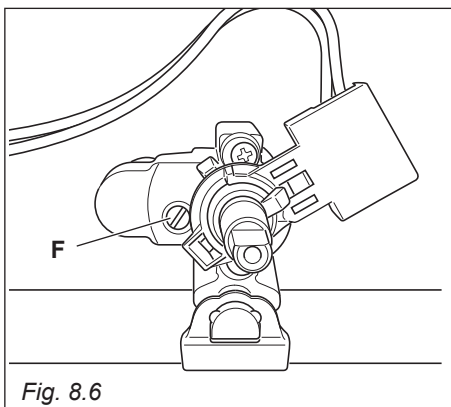

Fig. 8.6
- Sfilare la manopola del rubinetto e con un cacciavite a taglio agire sulla vite "F" (fig. 8.6) fino ad ottenere la fiamma desiderata.